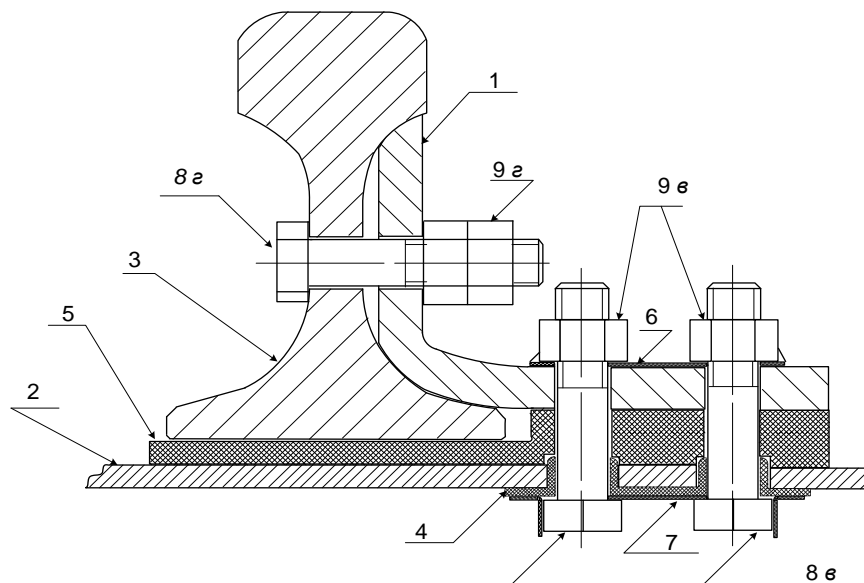

Рис.1. Узел крепления фундаментного угольника стрелочной гарнитуры к рамному рельсу (обозначение элементов приведено в таблице 1).
- в месте установки одного крепежного угольника гаечным односторонним ключом на 30 мм снять контргайку (см. рис. 1 и табл. 1) с горизонтального болта, крепящего угольник к шейке рамного рельса.
7.2.3. Для замены комплекта изоляции крепежного угольника выполнить следующие действия (см. рис. 1 и табл. 1):